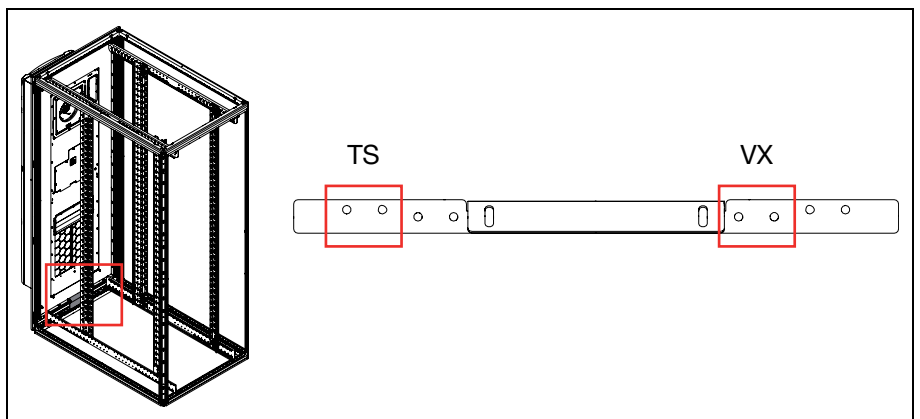

Abb. 7: Auswählen des Lochbilds
- Wählen Sie für die Montage des hinteren Haltewinkels je nach Variante des IT-Schranks das zugehörige Lochbild aus (Abb. 7).